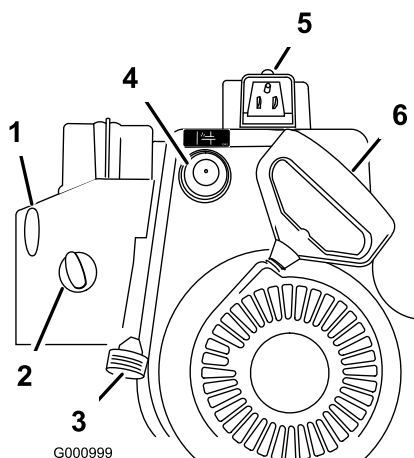

Figure 14
2. Enlevez la clé du commutateur d'allumage (Figure 14).
3. Enlevez le bouton du starter (Figure 14).